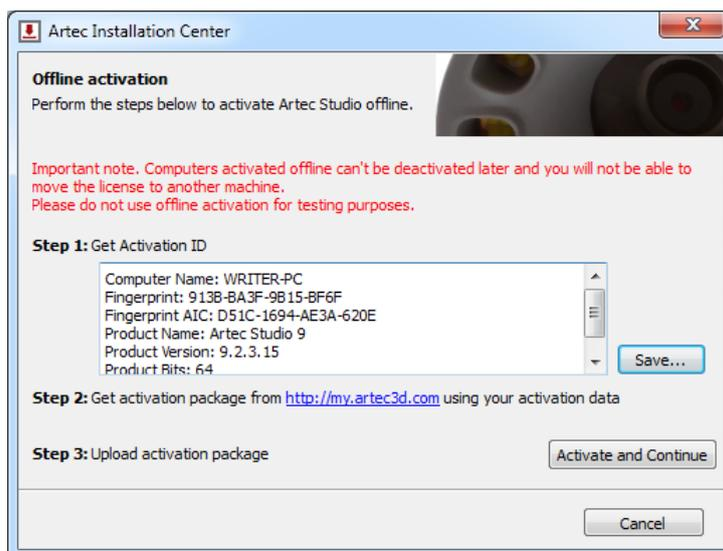

Abbildung 21: Offline-Aktivierungsfenster
3. Im Offline-Aktivierungs-Dialog (*Abb. 21*) auf *Speichern...* klicken und die erzeugte Aktivierungs-ID-Datei auf einem Flash-Speicher oder einem anderen Speicher-Medium sichern.